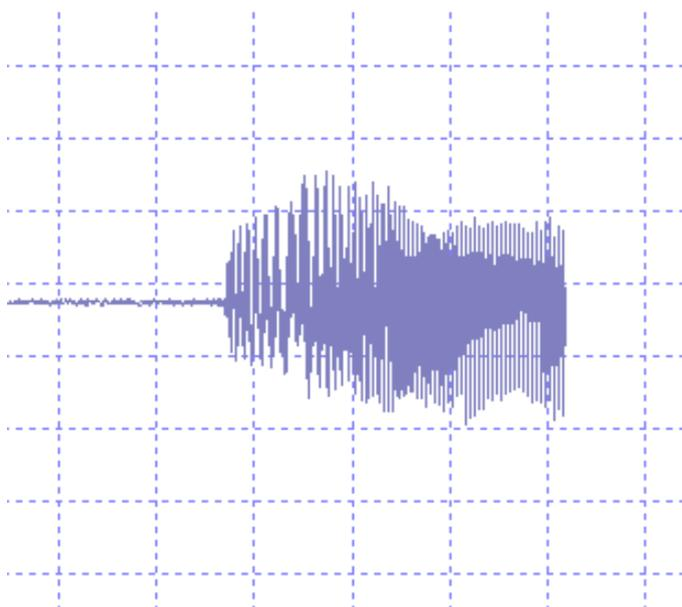

Рис. 7-19. Генерация в системе обратной связи
Чем больше величина коэффициента усиления (параметр **FB Gain**), тем выше скорость отработки обратной связи. Однако при достаточно большой величине коэффициента усиления (назовем ее пороговой), режим работы обратной связи становится неустойчивым и начинается генерация. Появляется значительная величина переменной составляющей сигнала **Mag** (см. Рис. 7-19).
3. Определите значение коэффициента **FB Gain**, при котором начинается генерация. Начало генерации регистрируется по появлению значительной переменной составляющей сигнала **Mag** (см. Рис. 7-19).